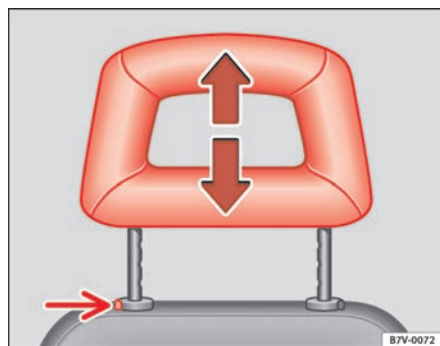

Abb. 85 Kopfstütze einstellen oder ausbauen
- Schieben Sie die Kopfstütze in Pfeilrichtung nach oben oder bei gedrückter Taste ⇒ Abb. 85 (Pfeil) nach unten. Richtige Höhe ⇒ Seite 125.
- Drücken Sie die Taste ⇒ Abb. 85 -Pfeil-.
- Schieben Sie die Kopfstütze bei gedrückter Taste ⇒ Abb. 85 (Pfeil) **ganz** nach unten.